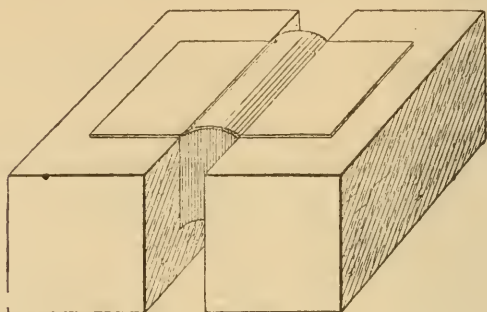

Fig. 27.
3. *Billot à dorer les plats* (fig. 27). — Cet instrument se compose de deux pièces de bois rectangulaires de 0^m,30 à 0^m,35 de long sur 0^m,16 à 0^m,20 sur toutes les faces accolées l'une à l'autre et glissant et se rapprochant sur une tringle. Les feuilles du volume tombant entre les deux